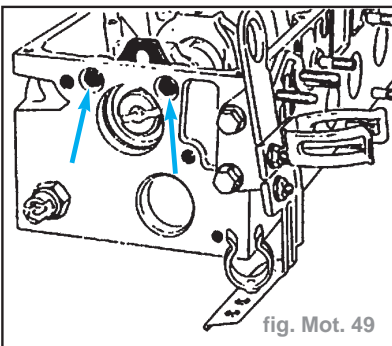

fig. Mot. 49
- Déposer la bride d'arbre à cames suivant les flèches (fig. Mot. 49).